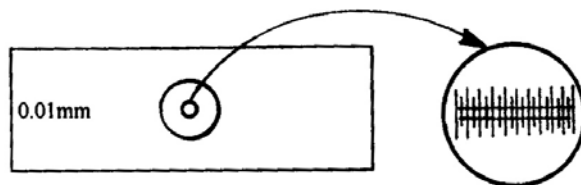

图 1 物镜测微尺
4.2.5 物镜测微尺，它是一标准尺度，其总长为 1mm，分为 100 等分刻度，每一分度值为 0.01mm，即 10 $\mu$ m（见图 1）。